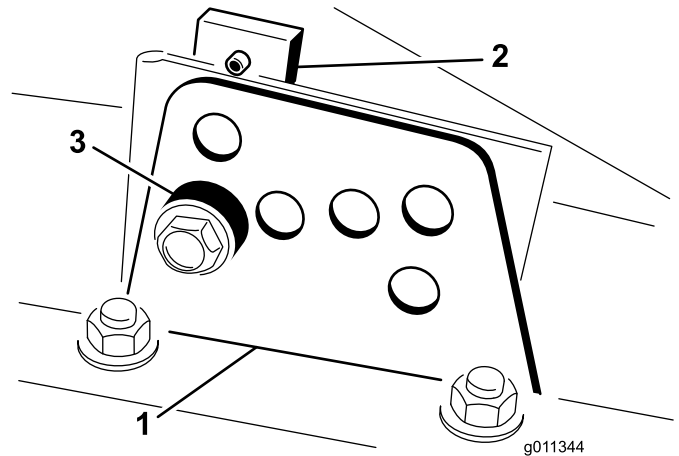

Figura 18
2. Afloje el perno que sujeta cada soporte de altura de corte a la pletina de altura de corte (delante y en cada lado) (Figura 18).